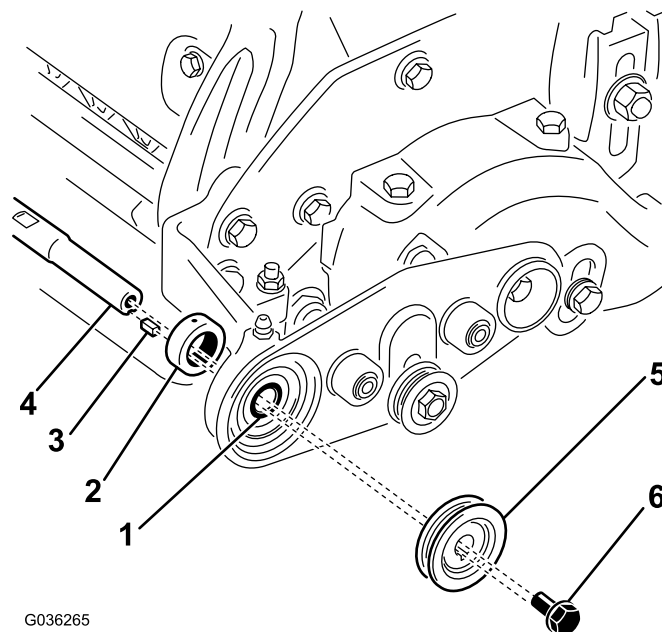

Рисунок 16
- C. Наденьте запорное кольцо на буртик вала щетки. Вставьте вал щетки через подшипник в правую опору щетки; см. Рисунок 16.
D. Нанесите противозадирный состав на шпоночный паз и установите квадратную шпонку на вал (Рисунок 16).
E. Наденьте ведомый шкив на вал и закрепите его болтом с конtringей смазкой (5/16 x 5/8 дюйма); см. Рисунок 16.